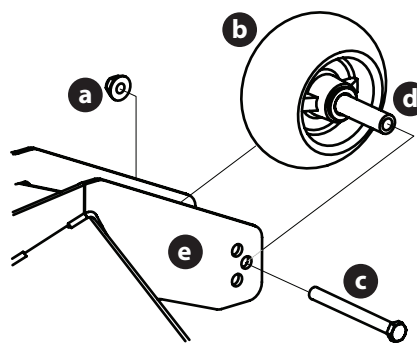

Figure 32
2. Retirez le contre-écrou (a) qui fixe l'une des roues de jauge avant (b) au plateau de coupe. Retirez la roue de jauge avant (b), la vis hexagonale (c) et l'entretoise (d) (Figure 32).
3. Insérez la vis hexagonale (c) dans l'un des trois trous de repérage du support de la roue de jauge avant (e) qui permettra à la roue de jauge avant (b) d'avoir un espace de 1/4-1/2 po (6,4 to 12,7 mm) avec le sol (Figure 32).
4. Prenez note du trou de repérage de la roue de jauge avant qui vient d'être ajustée (b), et ajustez l'autre roue de jauge avant (b) dans le trou de repérage correspondant de l'autre support de roue de jauge avant (e) (Figure 32).